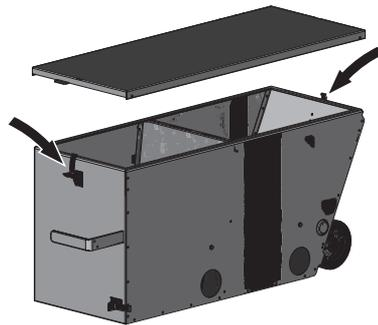

Fig. 35 Spannbügelverschlüsse lösen, Deckel abnehmen und Aschebox entleeren
- ▶ Beide Spannbügelverschlüsse oben bei Deckel lösen, Deckel abnehmen und Aschebox entleeren – Fig. 35.